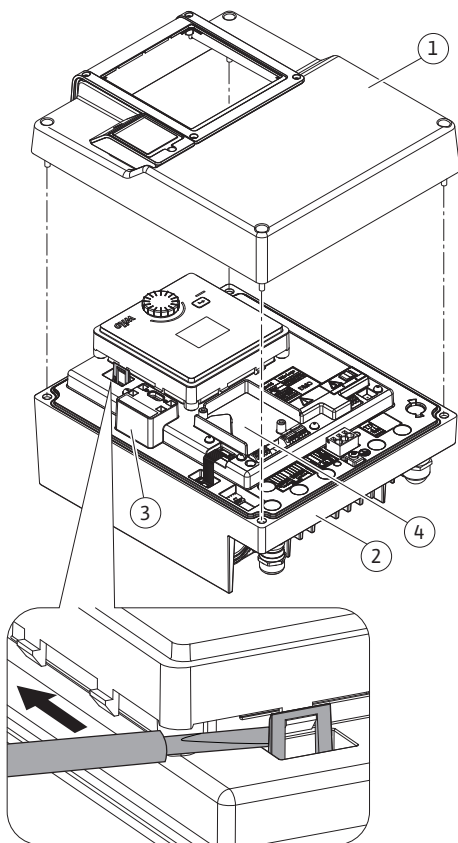

Fig. 17: Elektronicamodule
CIF-modules (toebehoren) zijn bestemd voor de communicatie tussen pompen en gebouwbeheersystemen. CIF-modules worden in de elektronicamodule geplaatst (Fig. 17, pos. 4).